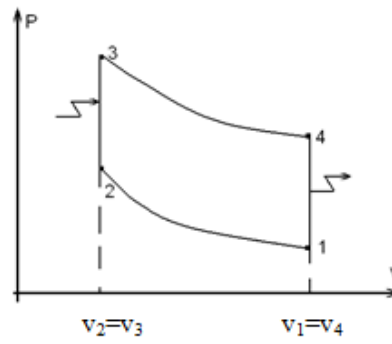

рисунок 5
4). рисунок 4      5). рисунок 5